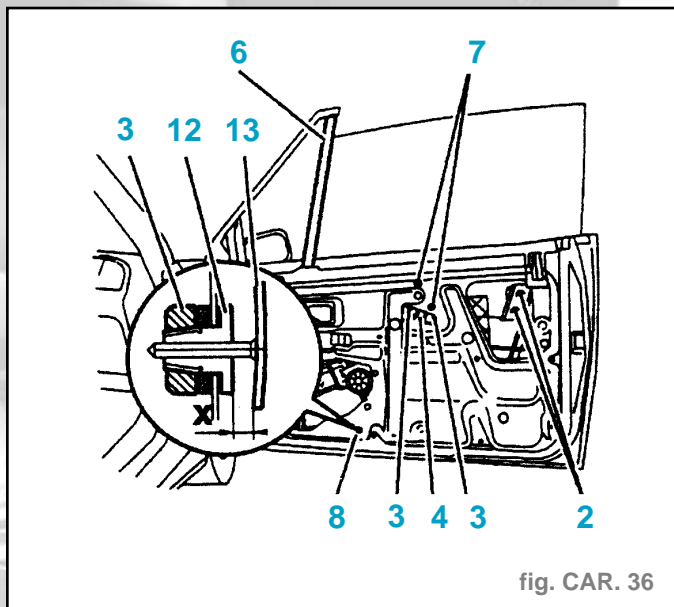

fig. CAR. 36
- Présenter la vitre en insérant son guide dans la coulisse avant (6) (fig. CAR. 36).
- Rebrancher le connecteur (10) pour positionner la plaquette (4) sur la vitre.
- Serrer les fixations (2) et (3).
- Régler le parallélisme par l'intermédiaire des fixations (7) et (8).
- Le réglage du parallélisme s'effectue en desserrant l'écrou (8) et en faisant varier la cote x par l'intermédiaire du palier (12).
- On déplace ce palier en serrant ou en desserrant, ce qui permet un déplacement de la coulisse (13).
- Les fixations (7) permettent un réglage latéral de la vitre.